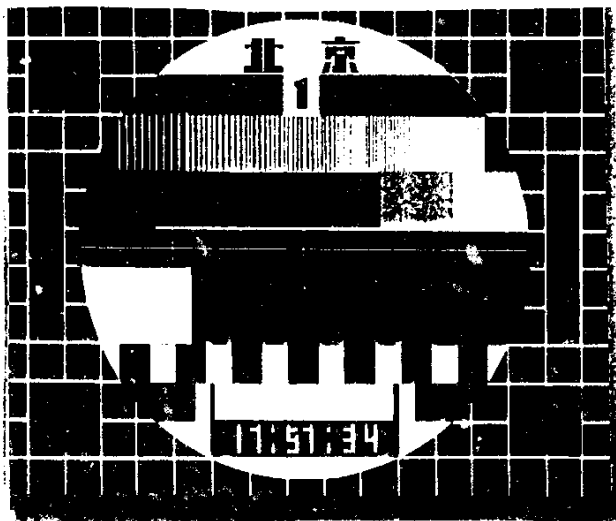

图 2-2-12
(1) 图像尺寸和线性的调整: 测试图如下面图 2-2-12 所示。最外边四周是护边框, 用于检查电视内行场扫描幅度(即横向、纵向显示图像幅度)的标准, 是按 4:3 比例设定的, 所以电视荧光屏幕的上、下、左、右边缘应显示这护边框。如护边框缩在屏幕内或屏幕外看不见, 或者局部偏移, 这说明该电视机中心位置不准确, 或扫描线性不良。所谓线性不良就是产生了失真, 反之不失真常称为线性好。测试图的中央大圆和中央黑色背景上的白色中心线是用来确定整个图形正确中心位置的。